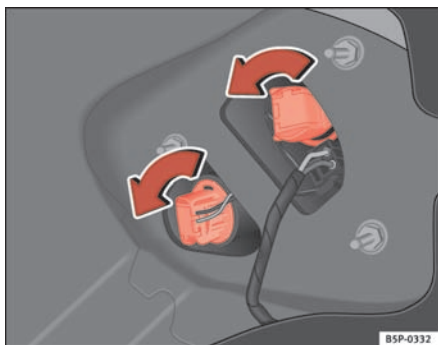

Fig. 188 Lys på karrosseriet
- Drej fatningen mod uret ⇒ fig. 188.